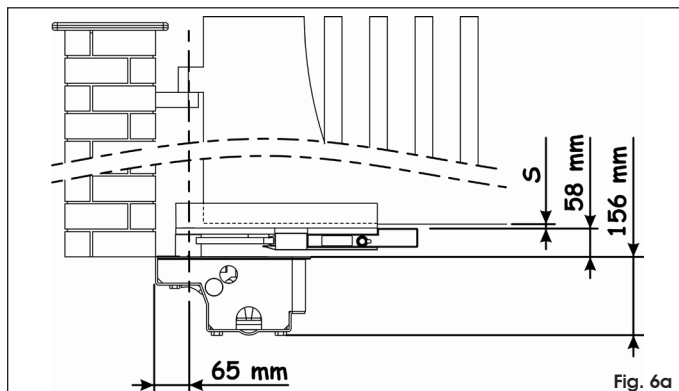

Fig. 6a
2. Colocar la caja de soporte en la excavación respetando las indicaciones de la Fig. 6a - 6b - 6c. El centro del perno de la caja debe quedar perfectamente alineado con el eje de rotación de la hoja (Fig. 6a - 6b - 6c).